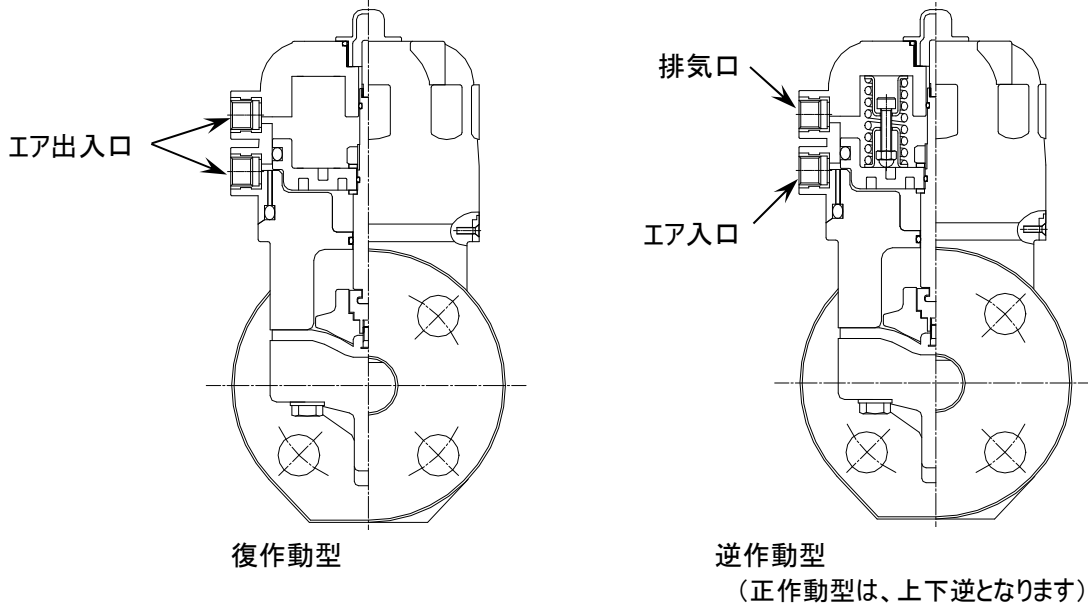

図7 エア供給口
- 作動方式により、操作用エアの供給口が異なります。図7の通り、アクチュエータにはピストンを作動させるエア供給口が復作動型の場合2ヶ所、逆作動型の場合1ヶ所設けてあります。